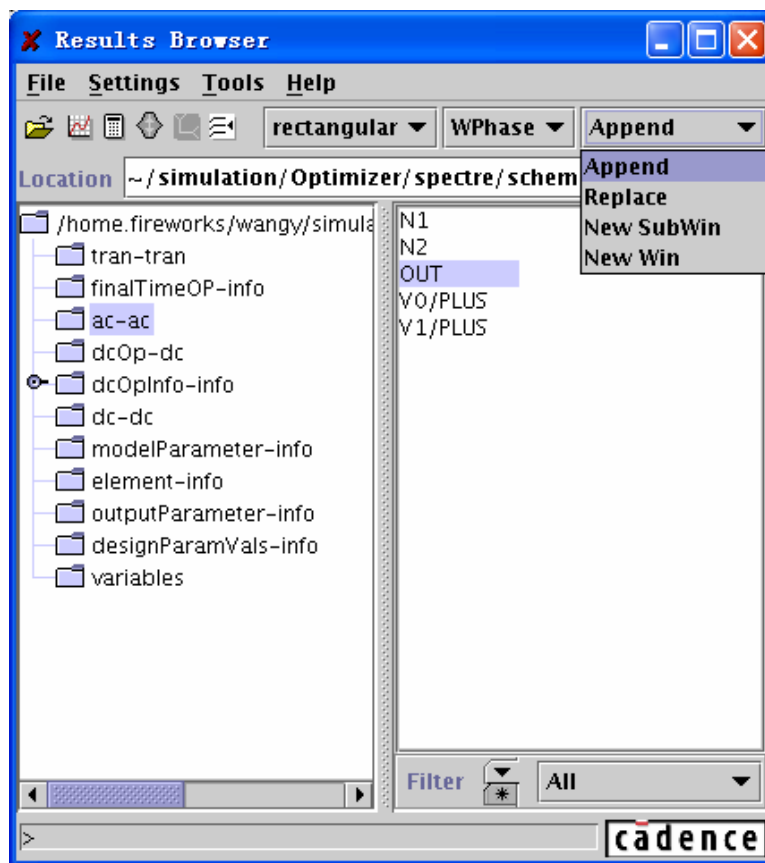

图 4.5 第三个下拉菜单
- 第三个下拉菜单如图 4.5 所示。该下拉菜单是选择创建显示窗口的方式，等同于“Setting” → “Plot Style”。
仿真结果通常包含以下内容，如图 4.5 中左栏所示。表 4.2 给出了结果名称和其具体内容。